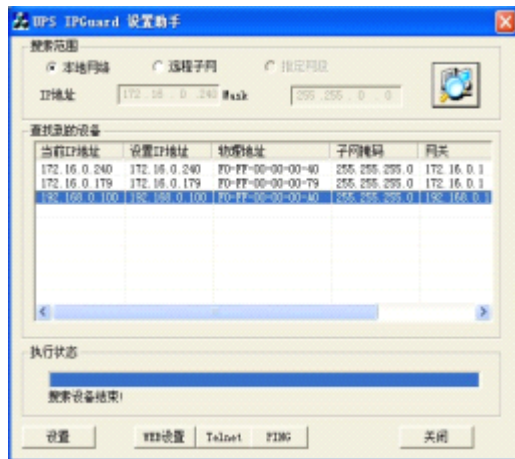

图 1
助手软件 ConfigAssist.Exe 运行界面如图 1 所示：
- ② 点击搜索按钮搜索当前连接的设备。（软件启动后自动进行搜索）在“查找到的设备”栏中会显示当前搜索到的设备的 IP 地址、物理地址、子网掩码、网关、硬件版本、固件版本等信息，如图 1 所示：